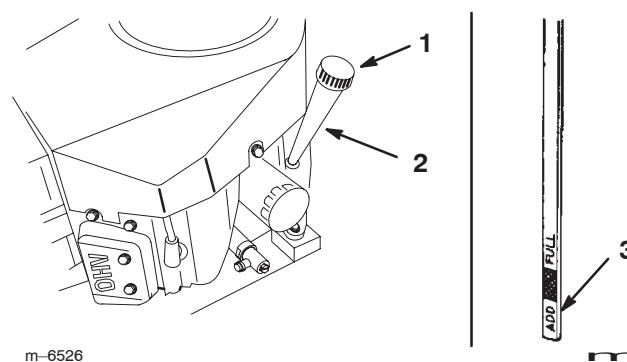

Figure 16
- Nettoyez la surface autour de la jauge d'huile (Fig. 16) pour éviter que des impuretés ne s'introduisent dans le goulot de remplissage, ce qui risquerait d'endommager le moteur.
- Dévissez la jauge d'huile et essuyez soigneusement l'extrémité métallique (Fig. 16).
- Renfoncez la jauge complètement dans le tube de remplissage sans la visser (Fig. 16). Sortez de nouveau la jauge et examinez l'extrémité métallique. Si le niveau est bas, versez lentement juste assez d'huile dans le goulot de remplissage pour amener le niveau au repère du plein (**FULL**) sur la jauge.
10. Nettoyez la surface autour de la jauge d'huile et dévissez le bouchon (Fig. 16).
11. Versez lentement environ 80% de la quantité d'huile spécifiée dans le goulot de remplissage (Fig. 16) (voir Changement de l'huile moteur et du filtre, page 23).